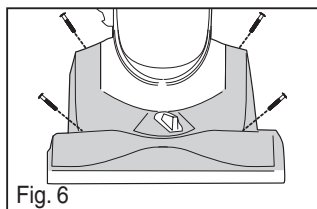

Fig. 6
- Vuelva a poner los 4 tornillos (Fig. 6).